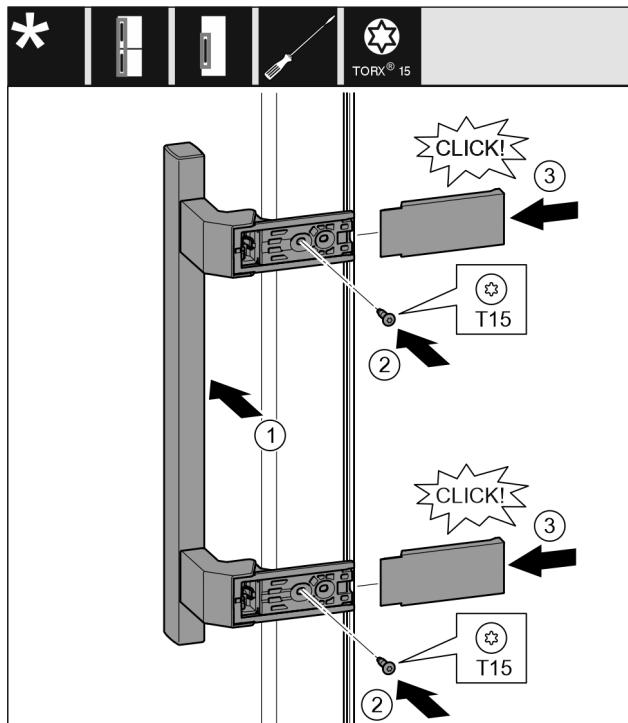

Fig. 17
- Поставете дръжката от другата страна. Fig. 17 (1)
- Затегнете винтовете с отвертка T15. Fig. 17 (2)
- Поставете отстрани капациите и ги нахлузете. Fig. 17 (3)